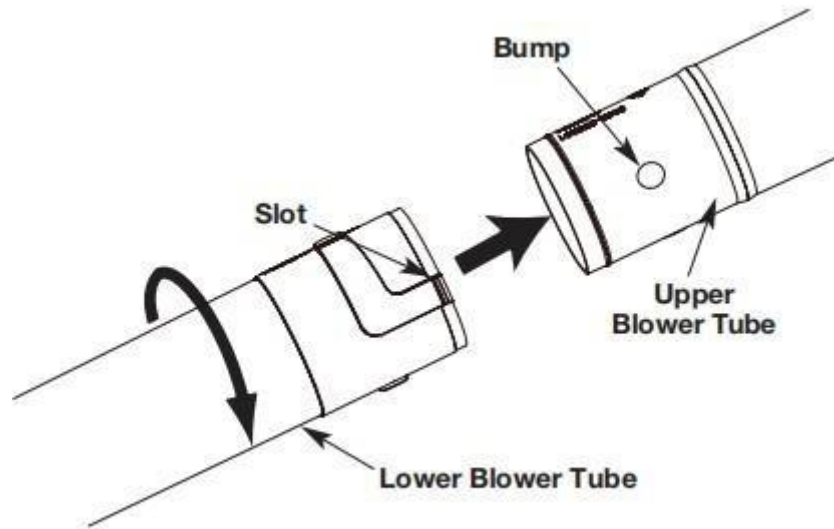

Fig. 2
- Lijn de sleuven op de onderste aanjagerbuis uit met de uitsteeksels aan de onderkant van de bovenste aanjagerbuis (fig. 2).
- Monteer de onderste blaaspijp op de bovenste blaaspijp (fig. 2).
- Houd de bovenste blazerbuis vast en draai de onderste blazerbuis rechtsom tot hij vastklikt (fig. 2).